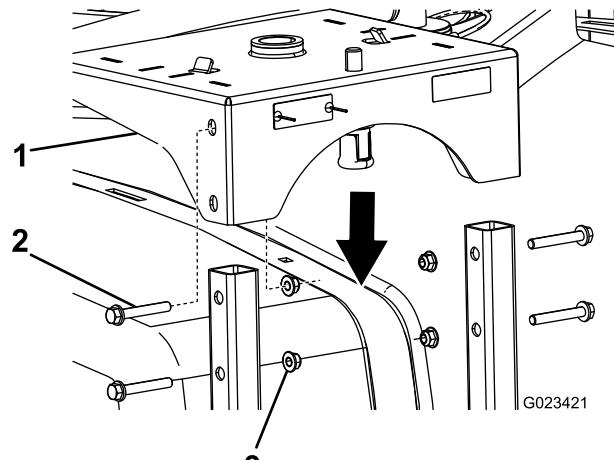

図 3
- ホースリール・フレームの上にホースリール・ベースを固定する長いボルト3/8 インチ4本と、フランジナット3/8 インチ4個を使用して **図 3** のように取り付ける。